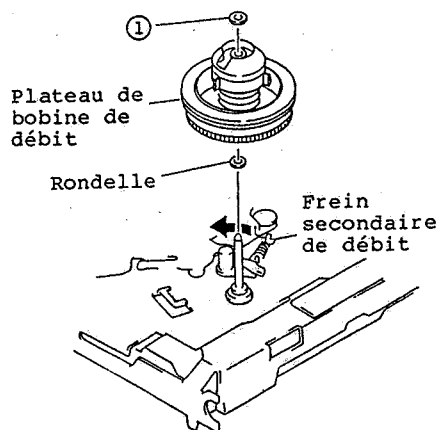

Fig. 2-70
1. Retirer une (1) rondelle immobilisant le plateau de bobine de débit. (Se reporter à la figure 2-70)